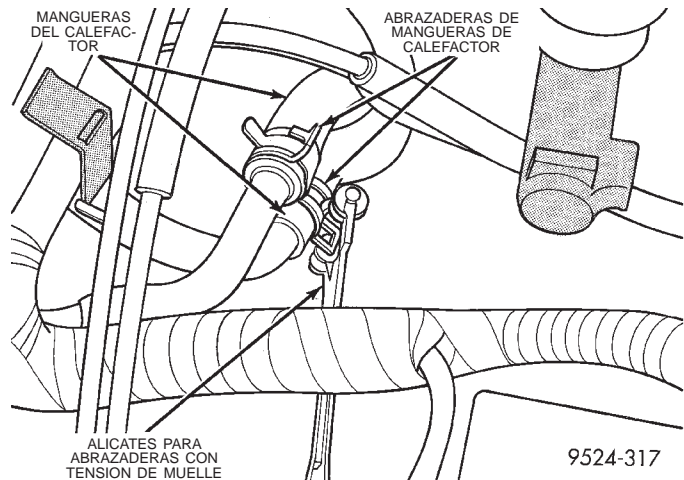
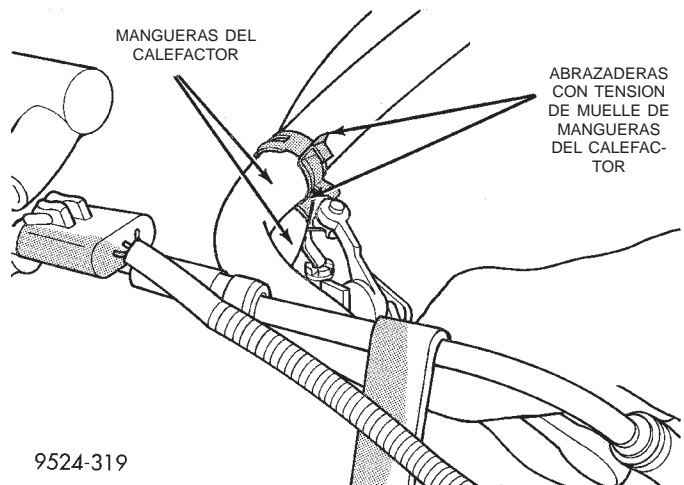

Fig. 55 Conexión de las mangueras del calefactor en el motor
Fig. 56 Conexión de manguera del calefactor en el núcleo del calefactor
- (1) Drene el sistema de refrigeración del motor. Consulte el grupo 7, Sistema de refrigeración.
- (2) Utilizando unos alicates para abrazaderas con tensión de muelle, retire las abrazaderas de cada uno de los extremos de la manguera que se desmonta (Fig. 55) y (Fig. 56).
- (3) Con cuidado gire hacia atrás y adelante la manguera, mientras tira levemente del racor del conector para separarlo.
(3) Retire la cámara impelente del múltiple de admisión. Para informarse sobre el servicio, consulte el grupo 11, Sistema de escape y múltiple de admisión y escape.
(4) Empleando unos alicates para abrazaderas con tensión de muelle, retire la abrazadera del extremo del núcleo del calefactor de la manguera que se retira (Fig. 56).
(5) Con cuidado gire la manguera hacia atrás y adelante, mientras tira levemente del racor del conector para separarlo.